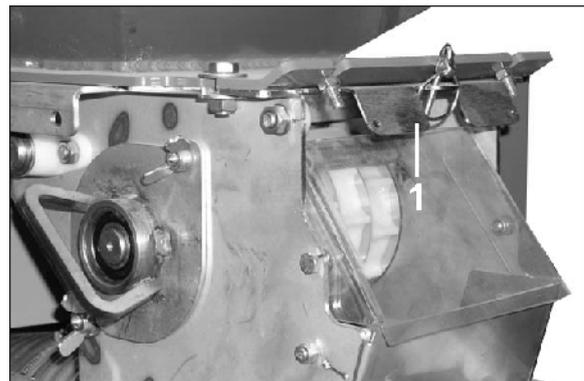

Fig. 122
2. Fermez la trappe (Fig. 122/1) s'il faut vider uniquement le doseur et non la trémie (voir en page 110).